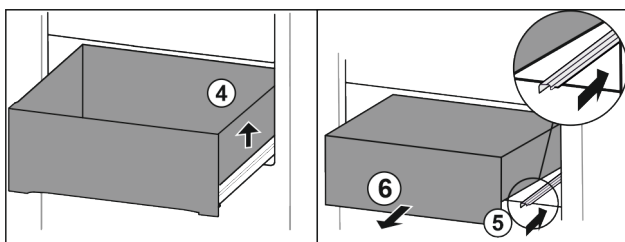

Fig. 20
- ▶ Nadzvedněte zásuvku vpravo. Fig. 20 (4)
- ▶ Zasuňte pravou kolejničku. Fig. 20 (5)
- ▶ Vyjměte zásuvku dopředu. Fig. 20 (6)